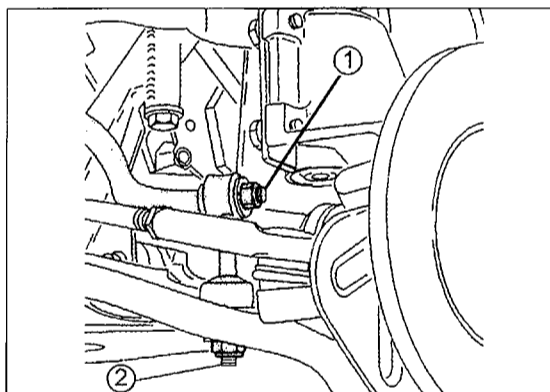

Bild 234
Ehe die Vorderseite des Fahrzeuges auf Böcke gesetzt wird, muss man den Kurvenstabilisator von der Unterseite des Querlenkers abschrauben, um dem Querlenker die Spannung zu entziehen. Da der Raum zum Arbeiten sehr begrenzt ist, wenn das Fahrzeug auf den Rädern aufsteht, wird man nicht so leicht an die Befestigung herankommen. Die Muttern (1) und (2) in Bild 234 müssen gelöst werden, um die äußeren Enden des Kurvenstabilisators von der Aufhängung zu trennen. Der Kurvenstabilisator kann am Fahrgestell gelassen werden.
- Den Kurvenstabilisator unter Bezug auf Bild 234 wieder anschließen. Beide Muttern werden mit 80 Nm angezogen, wenn das Fahrzeug auf dem Boden aufsteht.